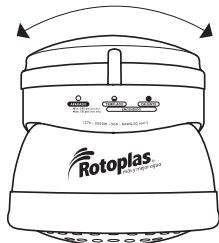

Figura 3.
2. Seleccione la temperatura deseada en la Ducha Eléctrica Rotoplas girando la tapa superior, según la Figura 3.